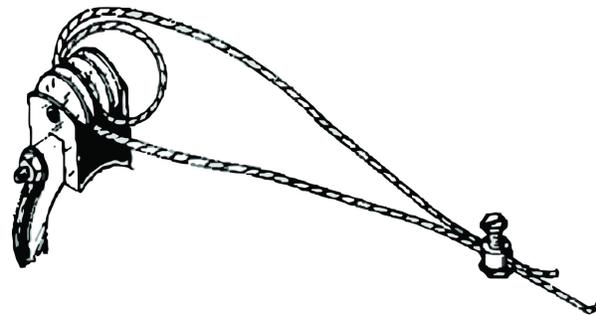

Figura 46. Cable antiperchero en la tolva
7. Comenzar en el extremo de la línea donde se encuentra la tolva y hacer un lazo alrededor del soporte antiperchero. Para obtener mejores resultados, hacer un lazo doble alrededor del aislador antiperchero en la ranura central del aislador y sujetarlo con una abrazadera de cable de 1/16", como se muestra en la **Figura 46.**